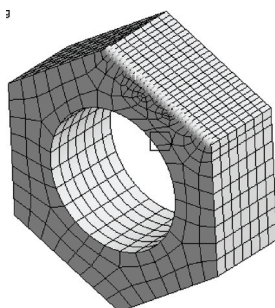

图 4-34 网格模型
7) 单击 Generate，生成网格模型如图 4-34 所示。